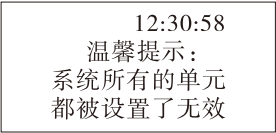

图5
- d) 如果十六个单元都设置了无效，则系统在工作状态下一直显示“温馨提示”界面，如图5所示。